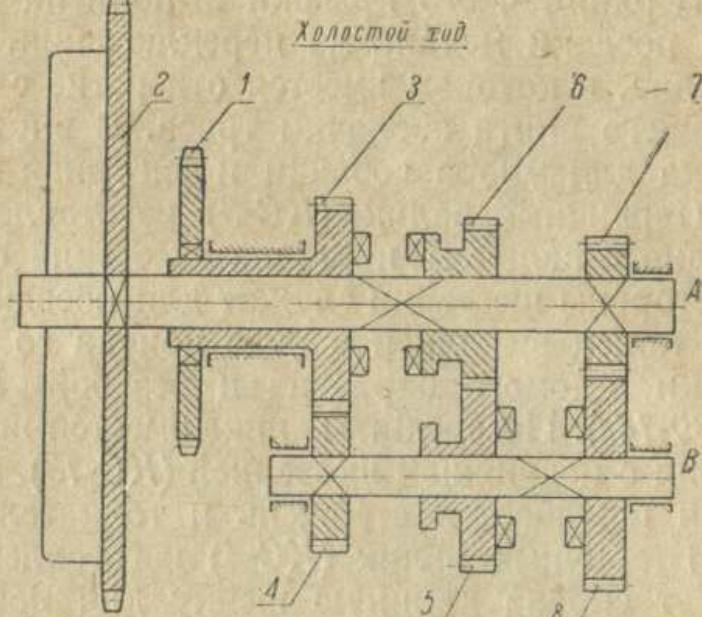

Рис. 21.
При нейтральном положении (рис. 21) подвижные шестерни переведены в промежуточное их положение при первой и второй скорости; при этом шестерня (6) находится на гладкой части первичного валика, а шестерня (5) не сошла со шлицеванной части вторичного валика. При вращении мотором первичного валика с шестерней (7) будет вращаться шестерня кик-стартера (8). Вторичный валик (B), свободно посаженный в шестернию (8), с посаженными на нем шестернями (5) и (4) не будет вращаться, также не будут вращаться шестерни (3) и (6) и цепная зубчатка (7). Вращение заднему колесу передаваться не будет и мотоцикл, несмотря на вращение мотора, будет стоять на месте.